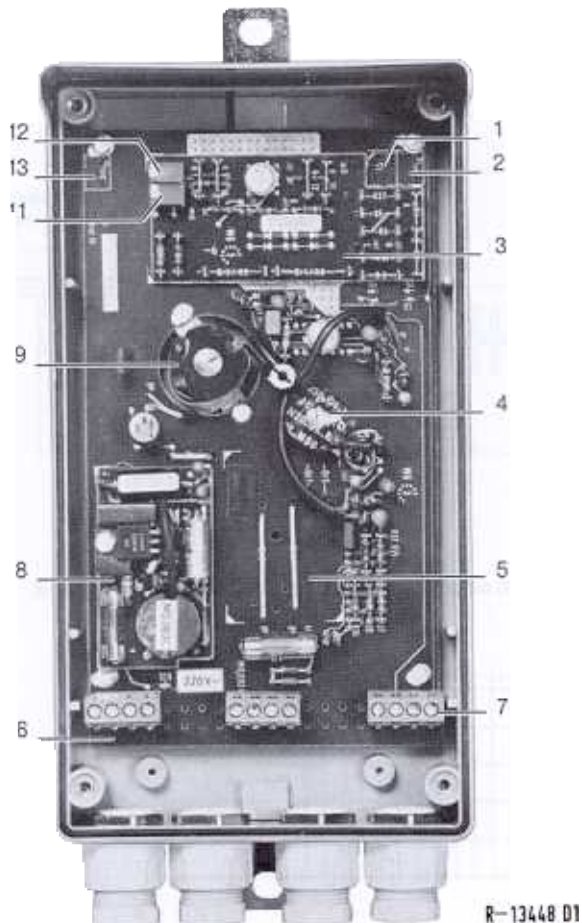

Figure 5 Amplificateur séparateur sous boîtier local degré de protection IP 54
Le boîtier du transducteur de mesure de degré de protection IP 54 (figure 5), destiné à un montage local, est exécuté en matière plastique; il se compose de la partie inférieure (2) et du couvercle de boîtier (pas représenté sur la figure). L'amplificateur séparateur TET 106 sous boîtier IP 54 dispose d'un circuit imprimé de base doté de l'électronique complète ainsi que d'une réglette à bornes pour les raccordements électriques qui est soudée dans le circuit imprimé. Le circuit imprimé de base est fixé par 4 vis dans la partie inférieure du boîtier. Les potentiomètres pour début de mesure et étendue de mesure deviennent accessibles une fois que le couvercle du boîtier est enlevé.